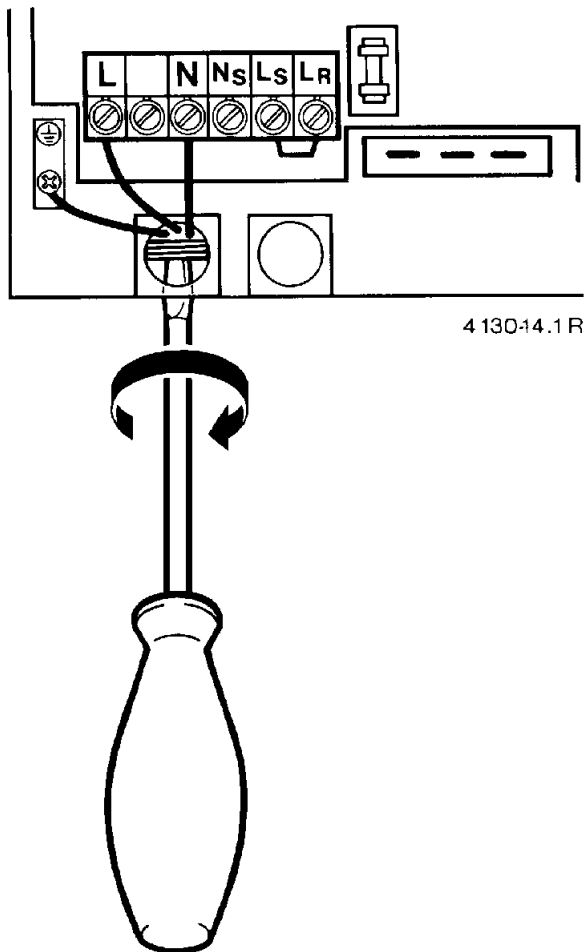

Figura 13
- Passar o cabo através do passafios e ligar de acordo com a figura 13.